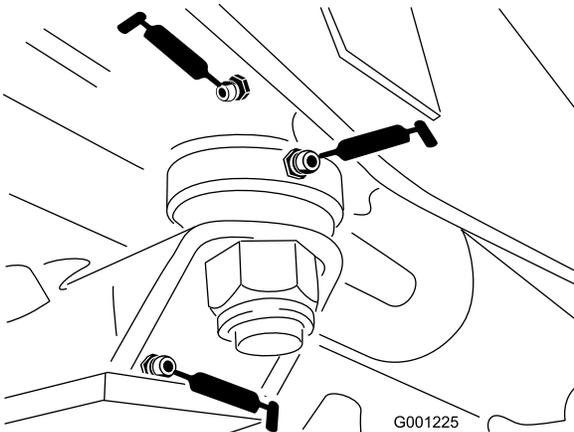

Figure 39
- Bagues de plaque de direction (Figure 39)
- Bague d'axe de fusée (Figure 39)